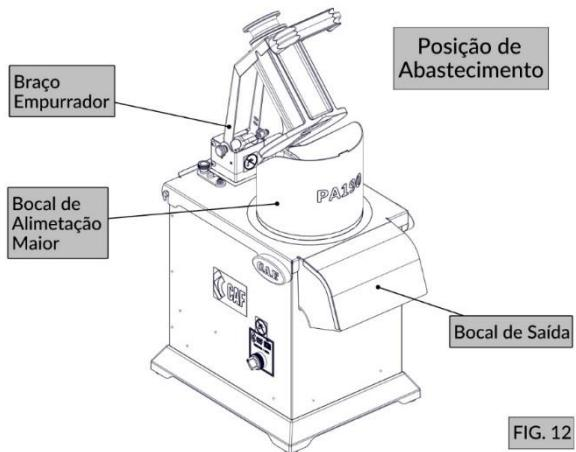

FIG. 12
1. Com a máquina devidamente montada, higienizada e energizada, levante o braço empurador para a posição de abastecimento (FIG. 12). Nesta posição, por segurança, obrigatoriamente a máquina deverá parar de trabalhar.
3. Utilize o braço empurrador (FIG. 12) para pressionar o produto contra o disco de processamento. O produto processado sairá pelo bocal de saída (FIG. 12).